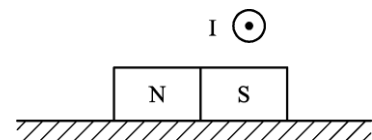

图 1-24
2. 如图 1-24 所示，在水平桌面上放一条形磁铁，在磁铁的右上方固定一根通电直导线，则磁铁对桌面的作用力的情况是（ ）。